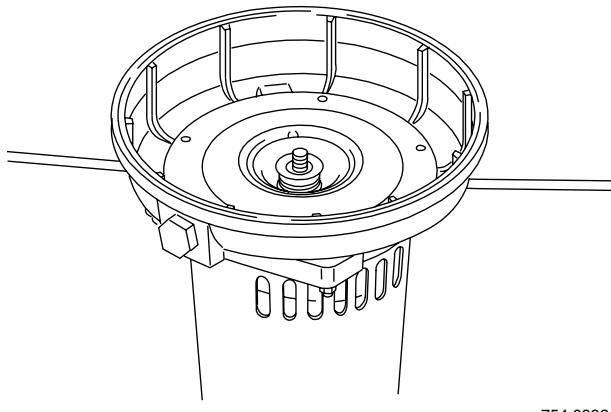

Figura 22 – Retirar la placa de estanqueidad
- Destornille las cuatro tuercas que sujetan la mitad posterior de la bomba al motor. Retire la mitad giratoria del sello, colocando dos destornilladores debajo de la mitad posterior del cuerpo de la bomba y empujando **cuidadosamente** hacia arriba (Figura 22). La mitad posterior del cuerpo de la bomba se deslizará hacia afuera del eje, trayendo el sello consigo.